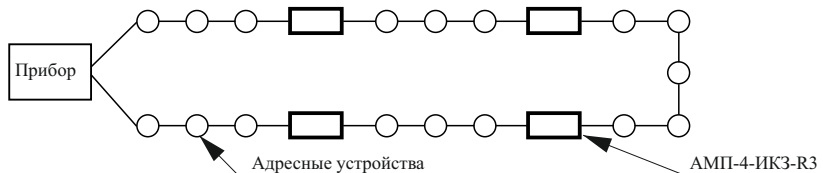

Рисунок 12
4.5.1 При КЗ на клеммах АЛС адресная метка размыкает участок АЛС (рисунок 12) и передает в прибор сообщение о КЗ. При устранении КЗ на клеммах АЛС адресная метка замыкает участок АЛС и передает в прибор сообщение о восстановлении.